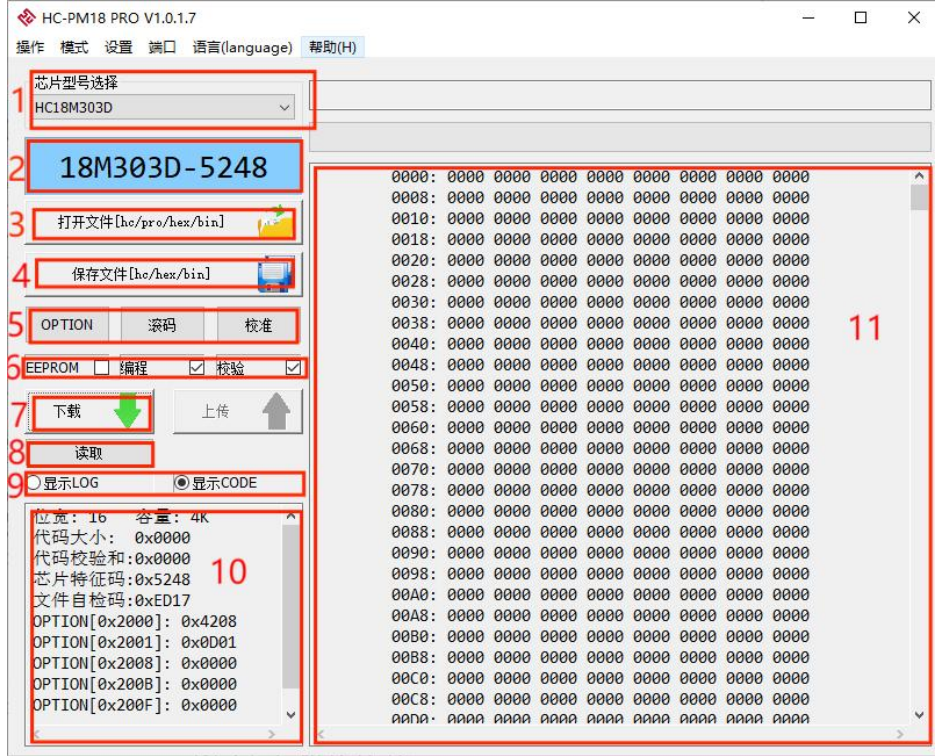

图 4.1-1 研发模式
- 1、制作烧录文件(\*.hc)（见图 4.1-1 标识）